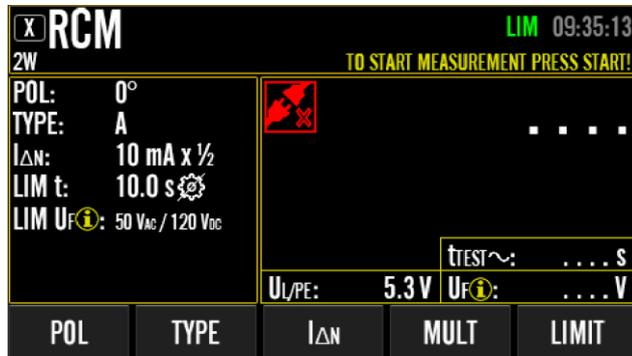

Figura 51: Schermata inattiva nella misurazione RCM con gamma estesa di tasti menu (dopo aver premuto il tasto menu "MODIFICA"), esempio
- 5) Premere il tasto menu "MODIFICA" per accedere alla schermata inattiva con i tasti del menu esteso, vedere la figura 51 sopra.
- 6) Selezionare/regolare tutti i parametri del test in base ai tasti di menu disponibili mostrati nella figura 51 sopra.